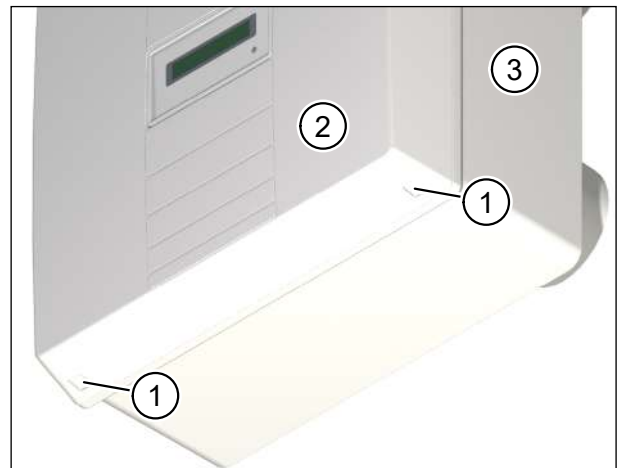

Abb. 4: Gerätedeckel vom Lüftungsgerät abnehmen und reinigen
- Drücken Sie mit beiden Daumen auf die beiden Rasthaken (Pos. 1 in Abb. 4) an der Unterseite des Lüftungsgerätes. Der Gerätedeckel (Pos. 2 in Abb. 4) löst sich.
- Greifen Sie gleichzeitig mit den Zeigefingern in die Fuge zwischen Gerätedeckel und Gehäuse (Pos. 3 in Abb. 4) und heben Sie den Gerätedeckel vom Gehäuse nach oben ab.